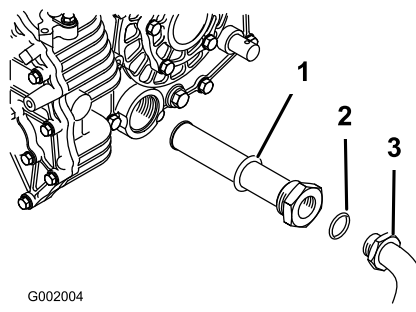

Figura 65
5. Togliete il flessibile idraulico ed il connettore a 90° (Figura 65).